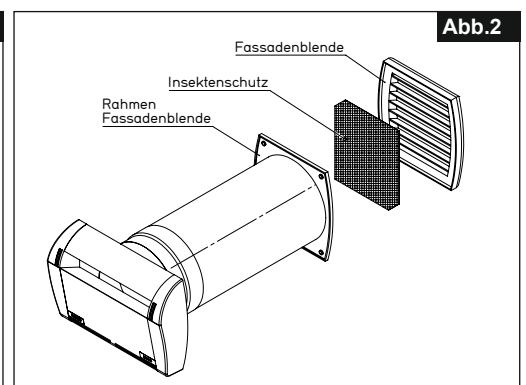

Abb. 2
- 2.1 Vor dem Einbau muss die Fassadenblende demontiert und das Insektenschutzgitter eingesetzt werden (s. Abb. 2). Den inneren Teil der Blende von außen in das Teleskoprohr einschieben und in der Wand durch 2 diagonal gesetzte Schrauben verschrauben.